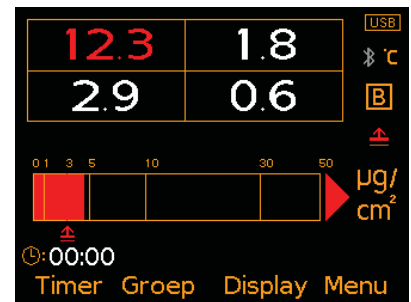

Fig. 5: Metingen x4 & Staaf Grafiek
- **Staaf Grafiek (Fig. 5);** Analoge weergave van de actuele meetwaarden, samen met de hoogste (Hi), laagste (Lo) en gemiddelde (\bar{x}) meting. Het diagram wordt na elke meting automatisch bijgewerkt.